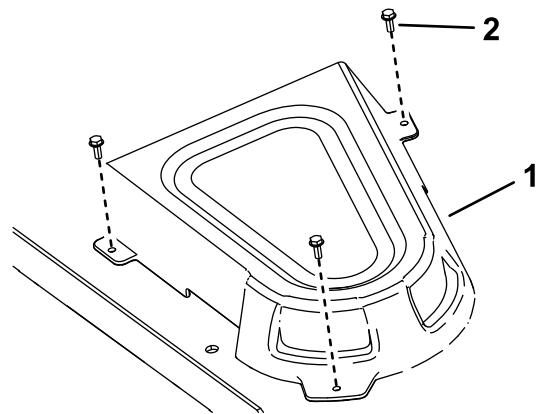

Figura 45
4. En máquinas con carcasa de 107 cm (42"), retire las cubiertas de las poleas (Figura 45).